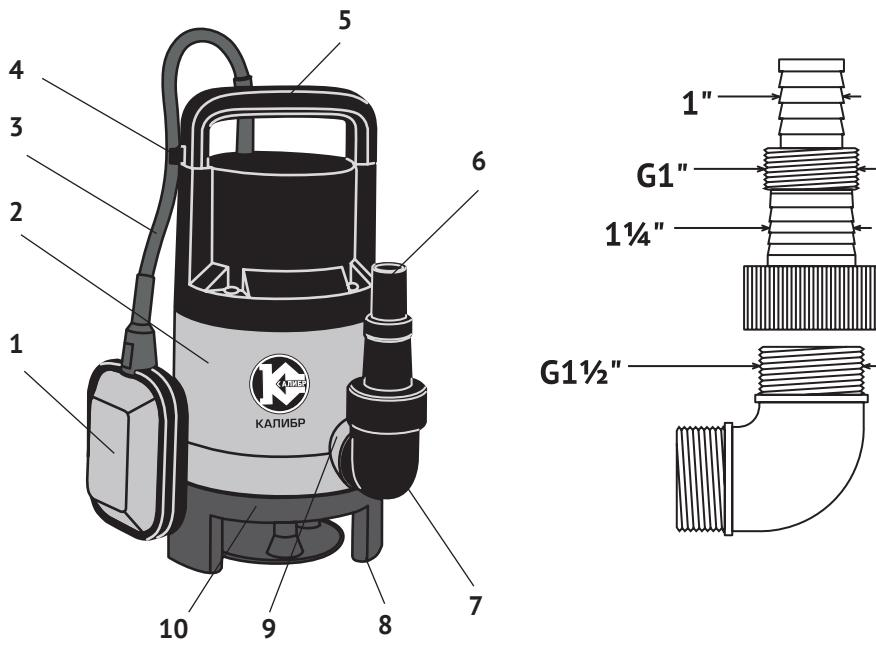

рис.1
2.4 Общий вид насоса представлен на рис.1
2.5 Двигатель и насос расположены в пластиковом корпусе (рис.1 поз.2). Насос приводится в действие асинхронным двигателем переменного тока. Подключение насоса к сети осуществляется кабелем питания (рис.1 поз.1) со штепсельной вилкой с заземляющим контактом. Насос начинает работу при подключении к сети питания.
4.5 Привяжите верёвку (трос) к ручке (рис.1 поз.5) насоса. Кабель питания (рис.1 поз.1) можно закрепить на этой верёвке.